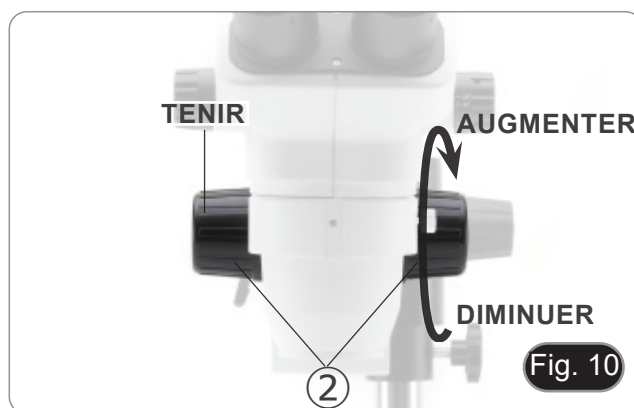

Fig. 10
- La tension augmente ou diminue en fonction du sens de rotation du bouton droit. (Fig. 10)